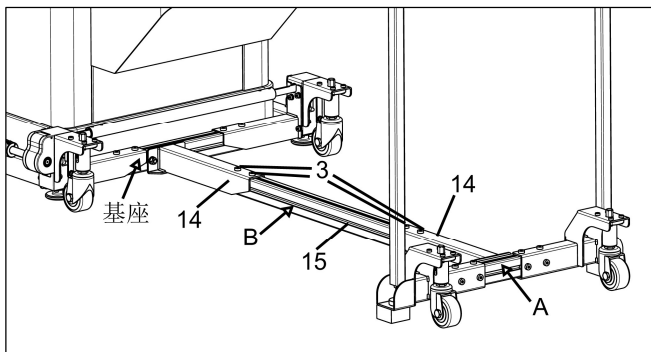

图 23
d.将延伸杆组件“B”一端与基座固定，另一端与支腿托架组件“A”固定；调整延伸杆“15”位置，使其两端插入延伸杆支架“14”内长度大于80mm；最后旋紧所有紧固件“3”。（见图 23）